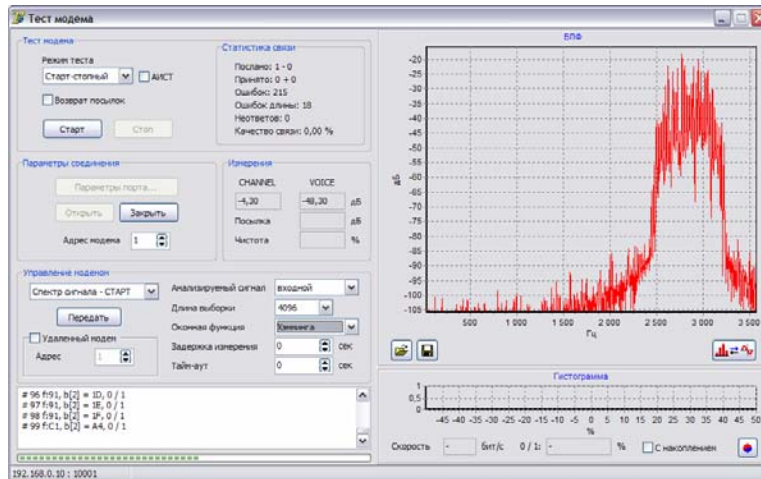

Рисунок 2 – Измерение спектра входного сигнала при приеме данных со скоростью модуляции 600 Бод
- спектр сигнала до и после фильтра приемника (рисунок 2);